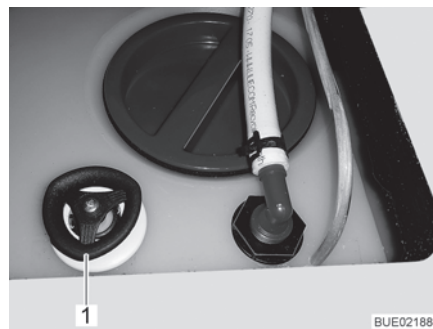

Fig. 167 Serbatoio dell'acqua con maniglia girevole
- Sul serbatoio dell'acqua, ruotare la maniglia girevole (Fig. 167,1) in senso orario fino all'arresto.
- Sul serbatoio dell'acqua, ruotare la maniglia girevole (Fig. 167,1) in senso antiorario fino all'arresto. L'acqua fuoriesce fino a 60 litri.